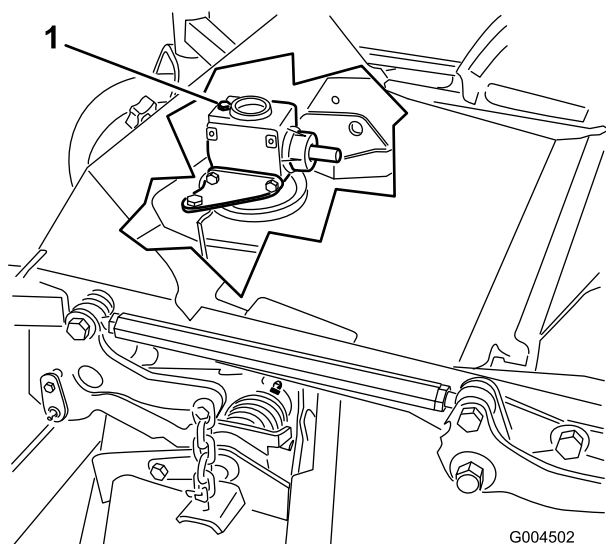

Figure 40
6. Retirez le bouchon de remplissage-jauge au sommet du boîtier d'engrenages (Figure 40) et vérifiez que le niveau de lubrifiant se situe entre les repères sur la jauge.
6. Retirez la jauge/le bouchon de remplissage du haut du boîtier d'engrenages (Figure 40).